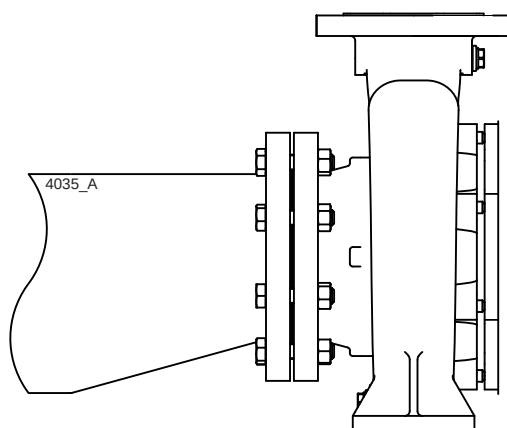

Figura 11: Redutor excêntrico para a flange de sucção.
- A passagem do tubo de sucção deve ser ampla. Este tubo deve ser o mais curto possível e estender-se até à bomba de modo a que não se criem bolsas de ar. Caso isto não seja possível, deve ser colocado um dispositivo de ventilação no ponto mais alto do tubo. Se o diâmetro interior do tubo de sucção for maior do que a ligação de sucção da bomba, deve ser aplicado um redutor excêntrico para impedir a formação de bolsas de ar e redemoinhos. Consulte o figura 11.